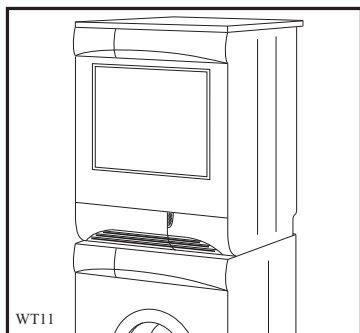

Fig 7
- Modeller med lucka på sockeln (fig. 7 och 8).